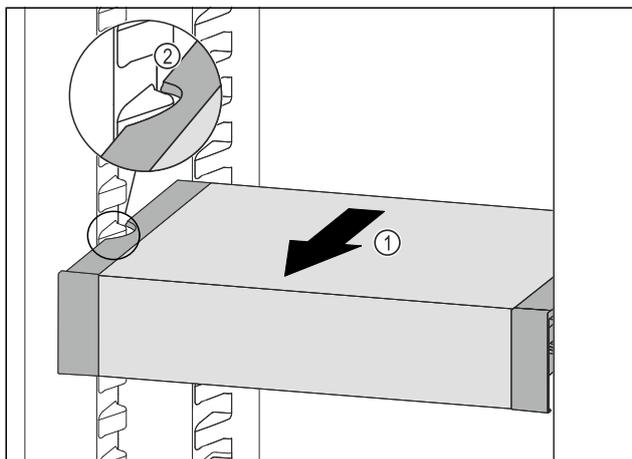

Fig. 61
- ▶ Потягнути VarioSafe вперед Fig. 61 (1), поки бокові заглиблення VarioSafe не опиняться на рівні ребра для резервуара в охолоджувальному відділенні. Fig. 61 (2)